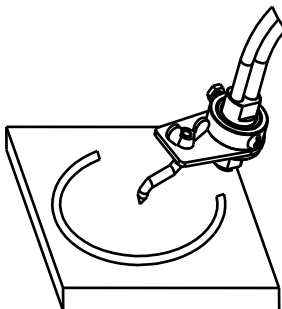

Рис.5
| Опора                                              | 1    | Используется для резки по малым радиусам (рис.5)                                                                                                          |
- привести циркуль в состояние необходимое для работы (установить необходимую сменную головку на каретку, собрать циркуль согласно рис.2 - 4 или установить сменную головку №2 на опору согласно рис.5);